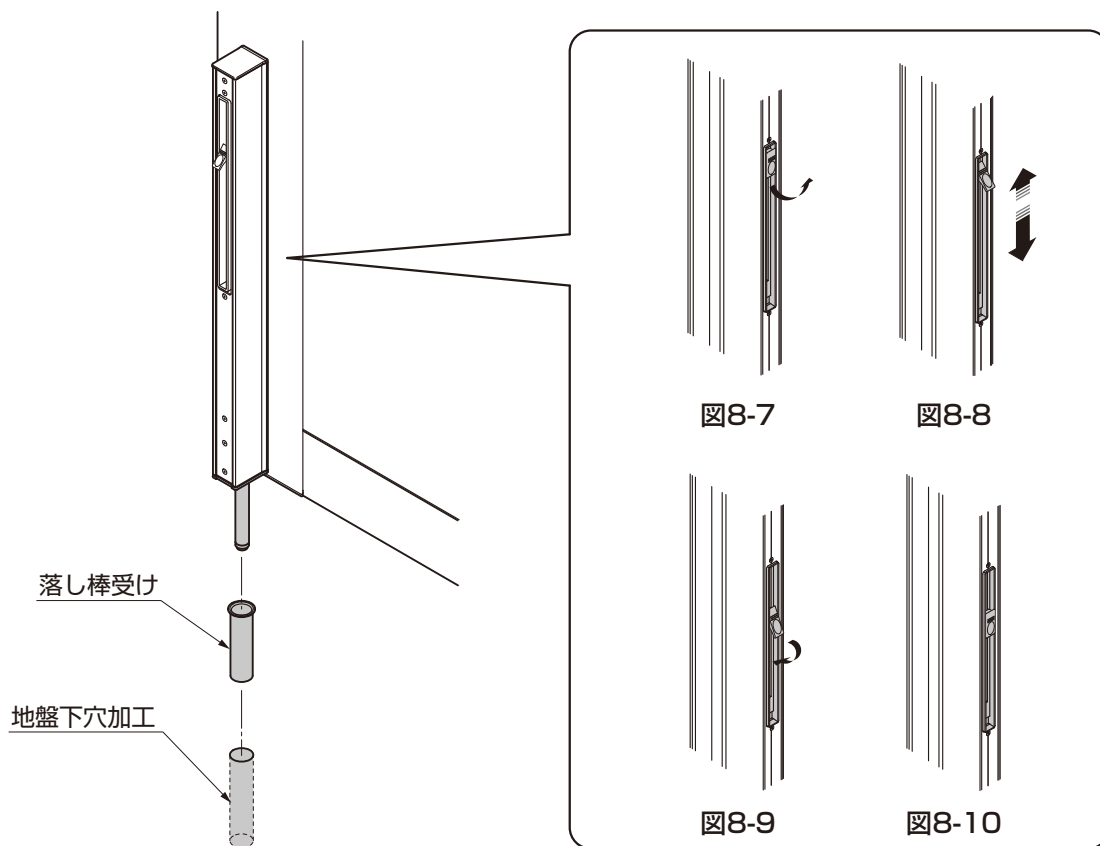
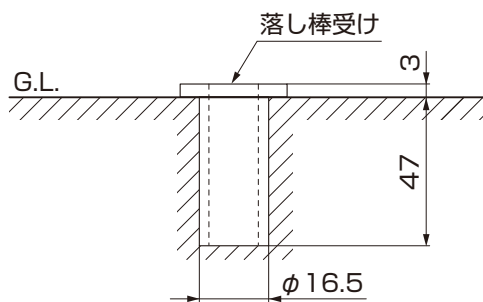

図8-5
図8-6
- ① 本体の落とし棒に合わせて落とし棒受けの下穴を施工してください。(図8-5、図8-6参照)
- ② 落とし棒受けを①で施工した穴に圧入してください。(図8-5参照)